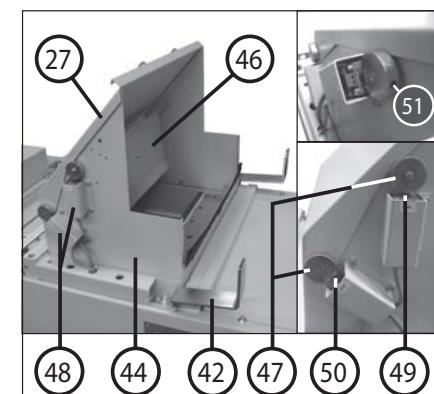

Fig. 5
- 44 = Embudo (fig. 5)
- 46 = Tapa de mando (fig. 5)
- 47 = Leva de mando (fig. 5)
- 48 = Cubierta de interruptor (fig. 5)
- 49 = Interruptor de fin de carrera S8 (fig. 5)
- 50 = Interruptor de fin de carrera S9 (fig. 5)
- 51 = Tornillo prisionero (fig. 5)